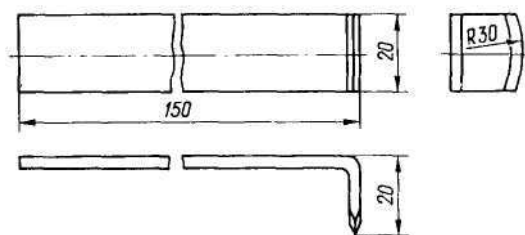

Рис. 162. Оправка для выпрессовки сальников
- с помощью оправки (рис. 162) выпрессуйте сальник 29. При помощи щипцов для снятия стопорных колец снимите кольцо 28;